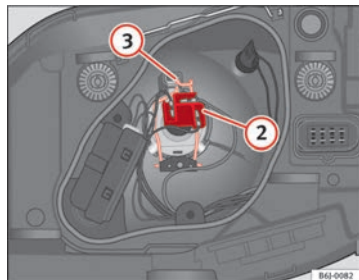

Fig. 145 Luz de cruce/ca-
- Extraiga el conector ⇒ fig. 145 ② de la lámpara.
- Desenganche el resorte retentor ⇒ fig. 145 ③ presionándolo hacia dentro y a la derecha.